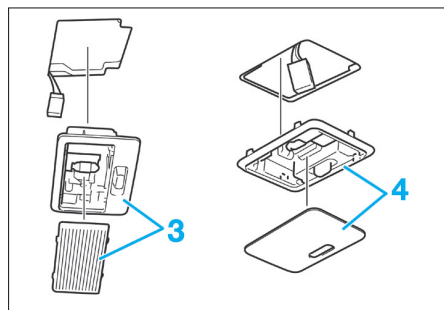

FIG. 62
- le plafonnier arrière (3) ainsi que l'éclairage du coffre (4) (Fig.62).